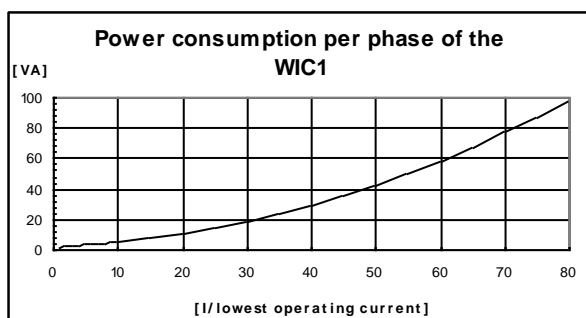

Figure 5.1: Puissance nécessaire d'une entrée de courant, pour tout la plage de mesure du WIC1.
- Suffisamment de puissance de sortie pour les seuils à tester. (voir fig. 5.1 et 5.2).